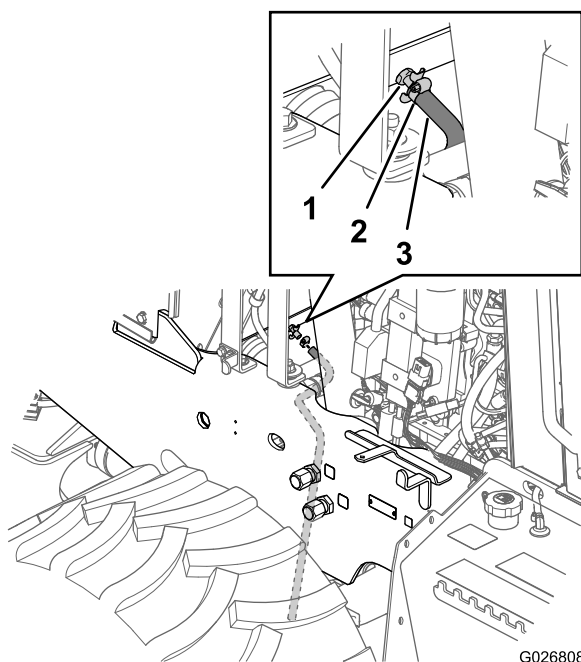
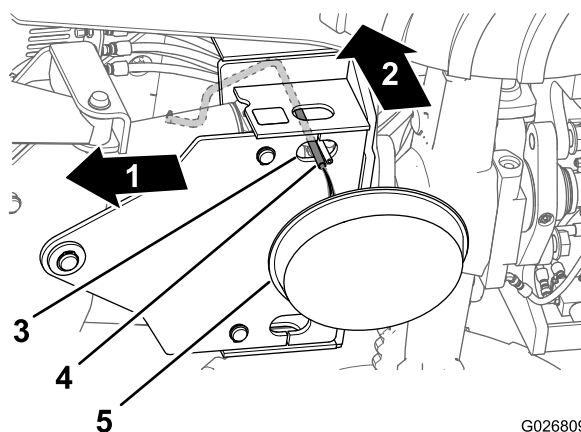
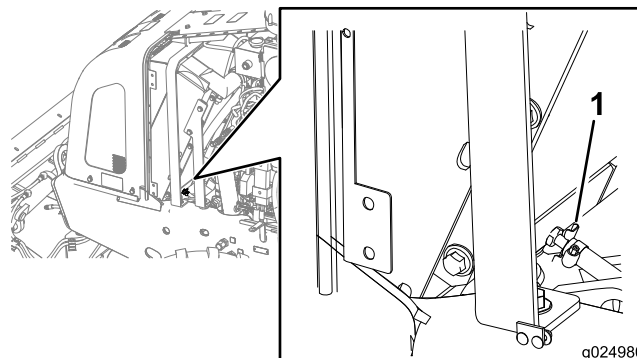

Figure 104
Figure 105
Figure 106
4. Glissez le flexible de 3/8 x 30 pouces, résistant au liquide de refroidissement, sur la sortie du robinet de vidange du radiateur (Figure 104).
5. Fixez le flexible au robinet de vidange au moyen d'un collier (Figure 104).
6. Faites passer le flexible dans l'orifice de la plaque de montage inférieure de la lame de remblayage (Figure 105).
7. Placez un bac de vidange d'une capacité minimale de 23 litres (6 gallons) sous l'extrémité ouverte du flexible de vidange (Figure 105).
9. Fermez le robinet de vidange (Figure 106).
10. Retirez le flexible de vidange et le collier (Figure 104 et Figure 105).
- A. Vérifiez que le liquide de refroidissement est vidangé du radiateur et que le robinet de vidange est refermé (Figure 106).
- D. Ouvrez le robinet de vidange et vidangez la solution de nettoyage dans un bac de vidange (Figure 104 et Figure 106).
- E. Fermez le robinet de vidange (Figure 106).
- C. Ouvrez le robinet de vidange (Figure 106) et laissez l'eau s'écouler dans le bac de vidange.